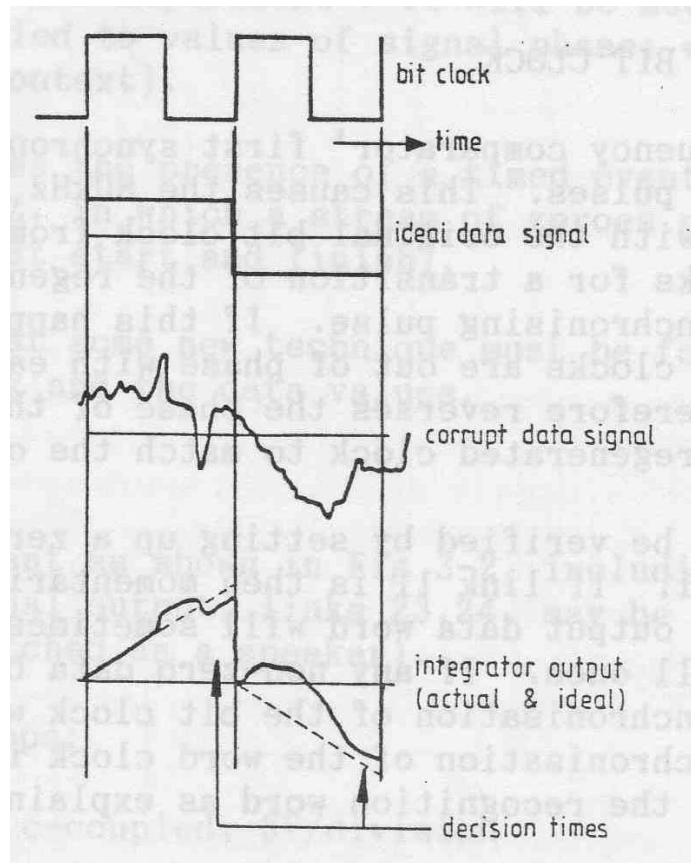

Figura 3: Princípio do *Integrate-and-Dump*
1. Mover o osciloscópio CH1 para a ligação 15. A forma de onda aqui é basicamente uma réplica dos dados originais na forma NRZ, mas com grandes picos sobrepostos. A técnica *integrate-and-dump* é útil para a recuperação de dados limpos de ondas com picos. O princípio é ilustrado na figura 3.